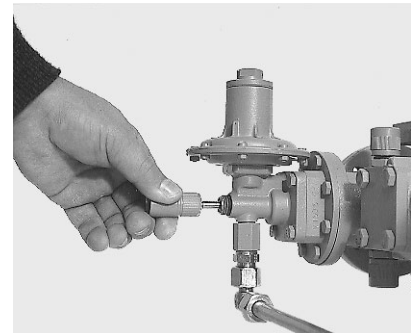

Bild 5
Entriegelung SAV Schritt 2 (Bild 5)
- Abschrauben der Verschlusskappe und zurückziehen der Ventilstange, bis sie einrastet (Bild 5, nur möglich, wenn der Ausgangsdruck kleiner ist, als der Auslösedruck des SAV).